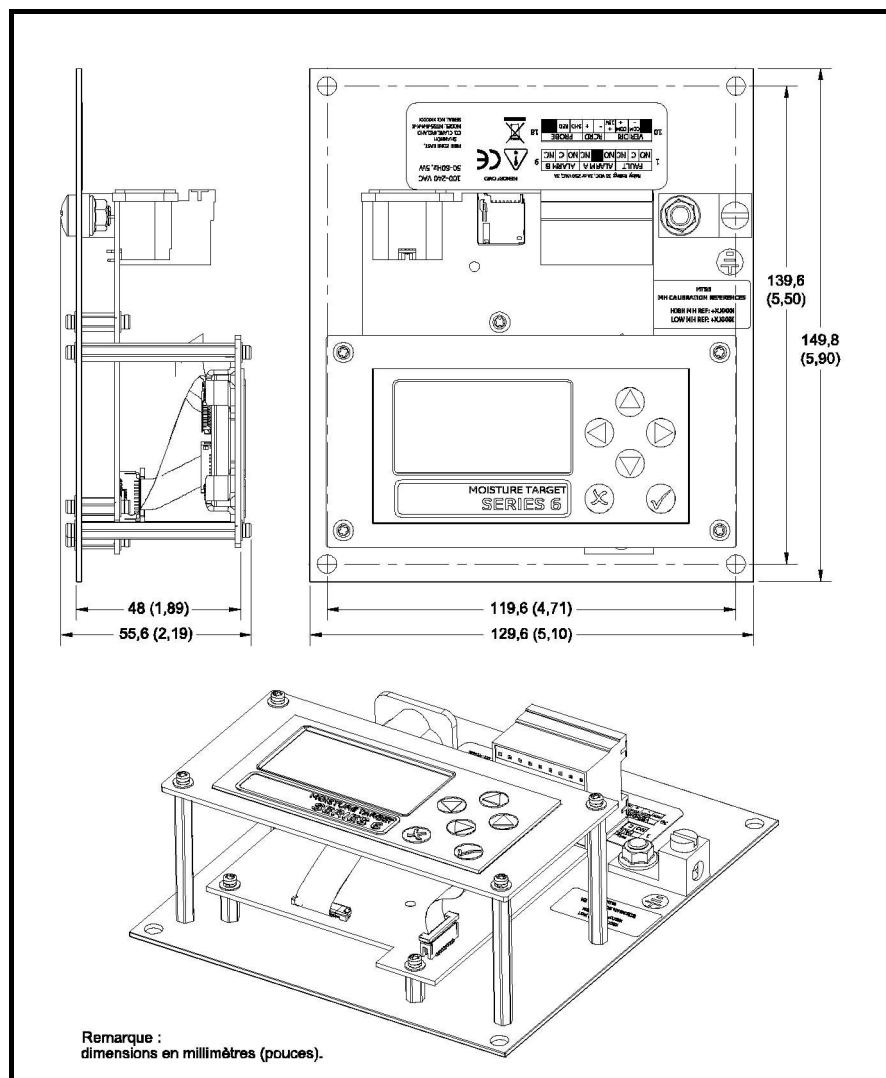

Figure 66: Vue d'ensemble du dispositif sans boîtier (schéma réf. 712-1687)
1. Installez le dispositif MTS6 dans un panneau clos de manière à ce qu'aucun fil sous tension constituant un risque ne dépasse. Voir la Figure 66 pour connaître les dimensions d'encombrement.